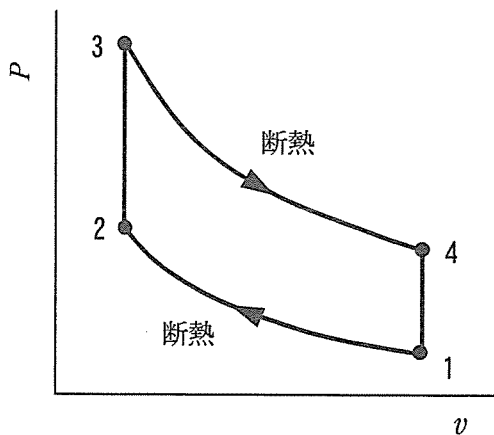
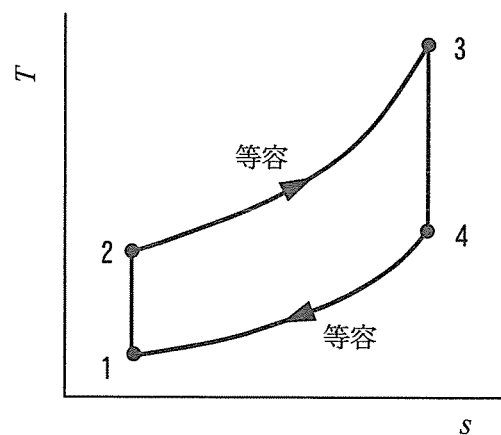

図1
図2
理想気体を作動流体とするオットーサイクルの $P-v$ 線図を図1に、 $T-s$ 線図を図2に示す。ここで、 T は絶対温度、 P は圧力、 v は比体積、 s は比エントロピー、 c_p は定圧比熱、 c_v は定容比熱、 κ は比熱比を表すものとする。また、各図の1~4はいずれも作動流体である気体の熱力学的状態点を示す番号であり、それらの状態点における熱力学的状態量の記号には、その番号を添字として用いるものとする。ここで、 c_p 及び c_v は温度によらず一定であるものとする。
1) オットーサイクルは2つの等容変化と2つの断熱変化で構成される。シリンダに吸入された気体は、図1の1から2への変化で断熱圧縮された後、上死点で点火されて瞬時に燃焼し2から3へ等容変化する。その際、気体の単位質量当たり q_H [J/kg] の熱が供給され圧力が上昇する。その後、気体の断熱膨張によりピストンが移動し、外部に対して仕事をする。気体は、4から1への等容変化で排気され、単位質量当たり q_L [J/kg] の熱が放熱される。